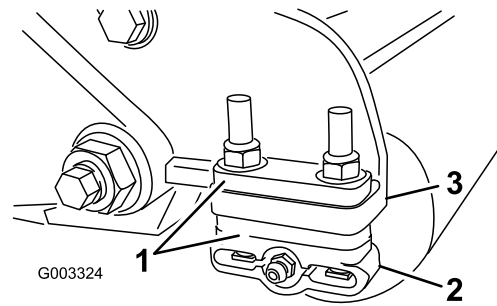

Figura 20
1. Ajuste los soportes del rodillo trasero (Figura 20) al intervalo de alturas de corte deseado colocando la cantidad necesaria de espaciadores debajo de la brida de montaje de la chapa lateral (Figura 20), según lo indicado en la Tabla de alturas de corte.